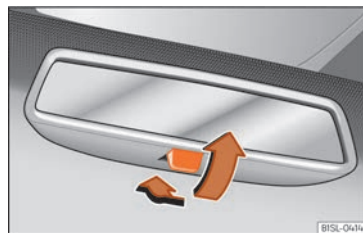

Abb. 123 Manuell abblendbarer Innenrückspiegel.
- Zum Abblenden des Rückspiegels, Hebel nach hinten ziehen »» **Abb. 123**.